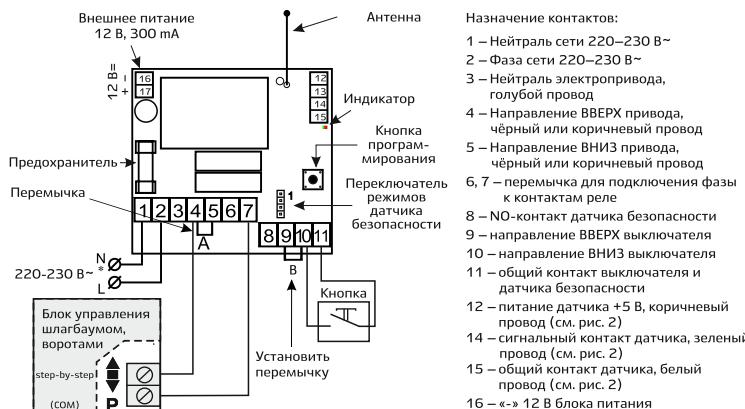
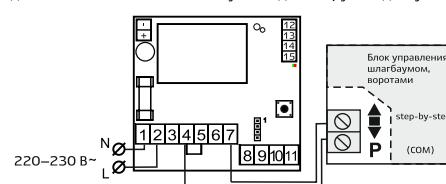

Рис. 1 – Подключение устройства
Рис. 4 – Быстрый старт
4.1. Быстрый старт (подключение к автоматике шлагбаума или ворот), см. рис. 4
Режим короткой команды. Применяется для управления сторонней автоматикой (см. рис. 1 и рис. 4). Длительность команды – 1,5 с.